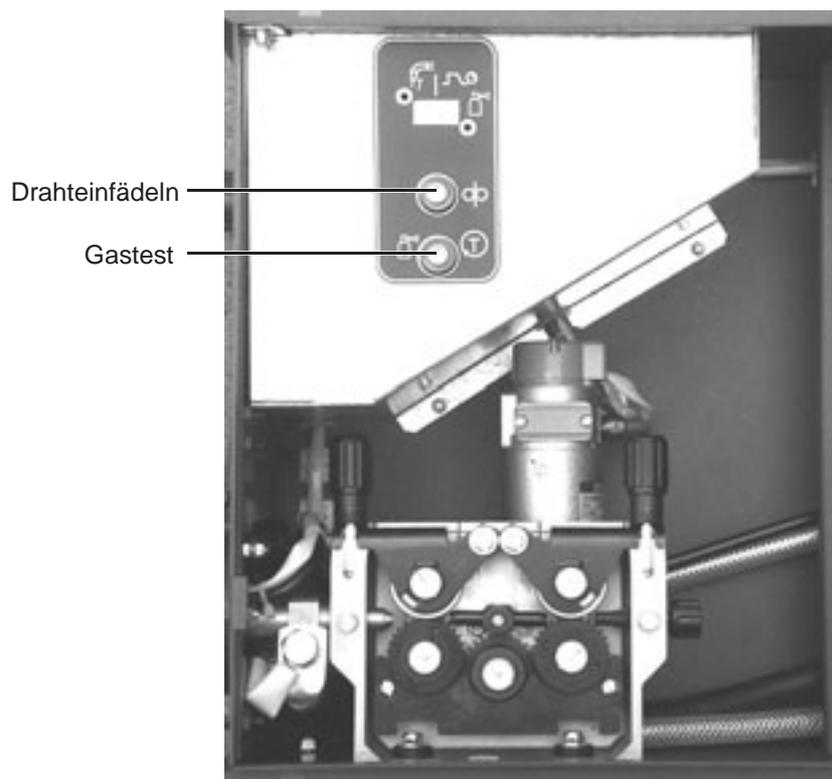

Рис. 16. Кнопки для проверки газа и заправки сварочной проволоки в переносном узле подачи проволоки
- Нажимайте кнопку заправки проволоки (рис. 16) до тех пор, пока сварочная проволока не выйдет из сварочной горелки.
- с помощью кнопки, расположенной внутри переносного узла подачи сварочной проволоки (см. рис. 16)